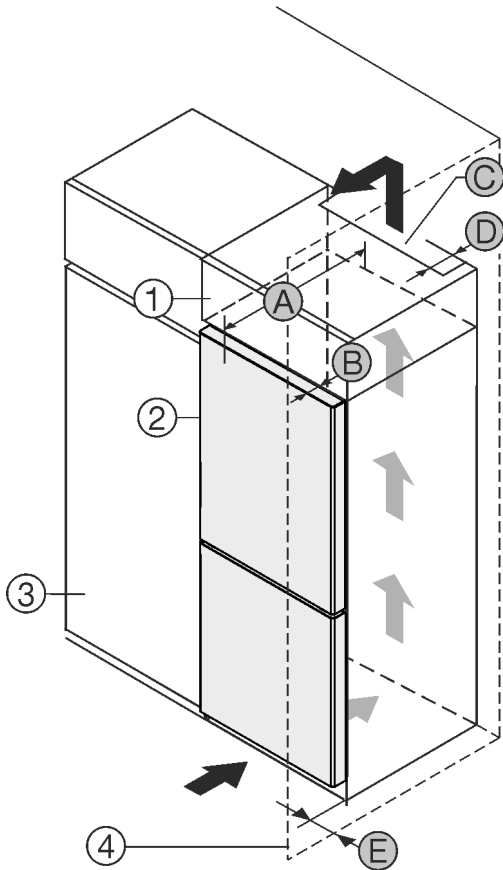

Fig. 1
**(A) Βάθος συσκευής**
Μπορείτε να τοποθετήσετε τη συσκευή ακριβώς δίπλα από το ντουλάπι κουζίνας Fig. 1 (3).
Στην πίσω πλευρά του επικαθήμενου ντουλαπιού πρέπει να υπάρχει ένα κενό εξαγωγής αέρα με βάθος Fig. 1 (D) σε όλο το πλάτος του επικαθήμενου ντουλαπιού.
Κάτω από την οροφή του δωματίου πρέπει να τηρείται η διατομή εξαερισμού Fig. 1 (C).
Εάν τοποθετήσετε τη συσκευή με τους μεντεσέδες δίπλα σε κάποιον τοίχο Fig. 1 (4), τότε πρέπει η απόσταση ανάμεσα στη συσκευή και στον τοίχο να ανέρχεται σε τουλάχιστον 13 mm.
Εάν τοποθετήσετε τη συσκευή με τους μεντεσέδες δίπλα σε κάποιον τοίχο Fig. 1 (4), τότε πρέπει η απόσταση ανάμεσα στη συσκευή και στον τοίχο να ανέρχεται σε τουλάχιστον 20 mm.
Για να μπορείτε να ανοίγετε τελείως την πόρτα, πρέπει η συσκευή να προεξέχει κατά το βάθος της πόρτας Fig. 1 (B) από την πρόσοψη του ντουλαπιού κουζίνας. Η συσκευή μπορεί να προεξέχει περισσότερο, ανάλογα με το βάθος των ντουλαπιών κουζίνας Fig. 1 (3) και την χρήση αποστατών τοίχου.